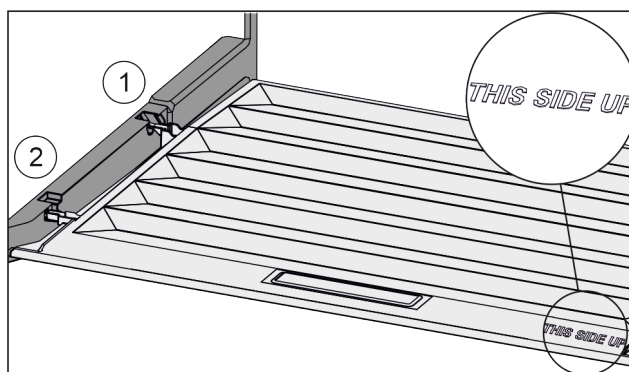

Fig. 79
- ▶ Výstupky víka zaveďte do zadních držáků Fig. 79 (1) a vpředu zaklesněte do držáku Fig. 79 (2).